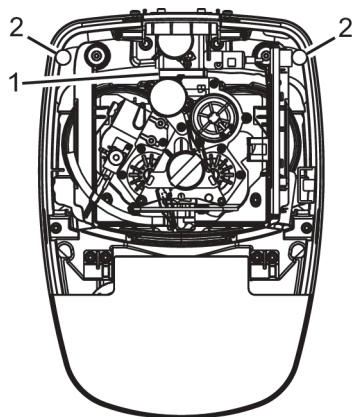

Abb. 8: Einbaudatum eintragen
2. Das Einbaudatum auf dem vorgesehenen Etikett eintragen (siehe Abbildung 8).